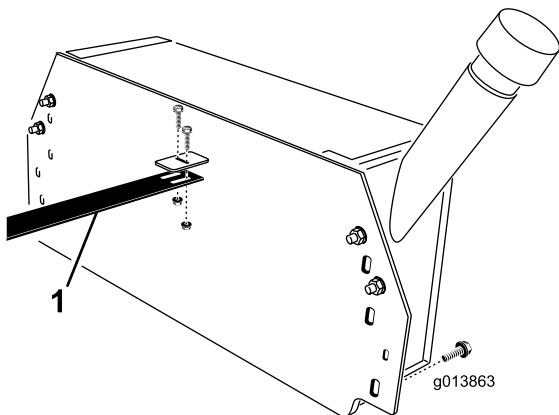

図 9
2. 油圧オイルタンクのブラケットに、ホースガイドを取り付ける ボルト  $\frac{1}{4}" \times \frac{3}{4}"$  2本、フランジロックナットを使用する 図 9。